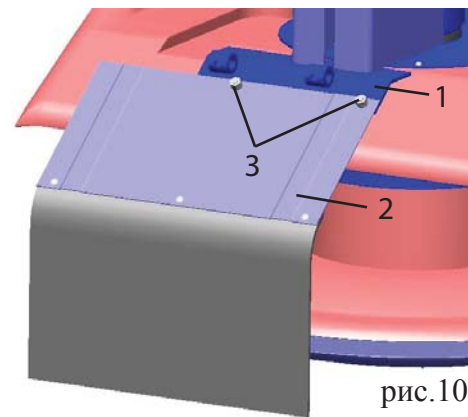

рис.10
6.4. Прикрепить щиток (2) к уголку (1) с помощью болтов М6 (3), закрепив шайбой с гайкой (рис.10).